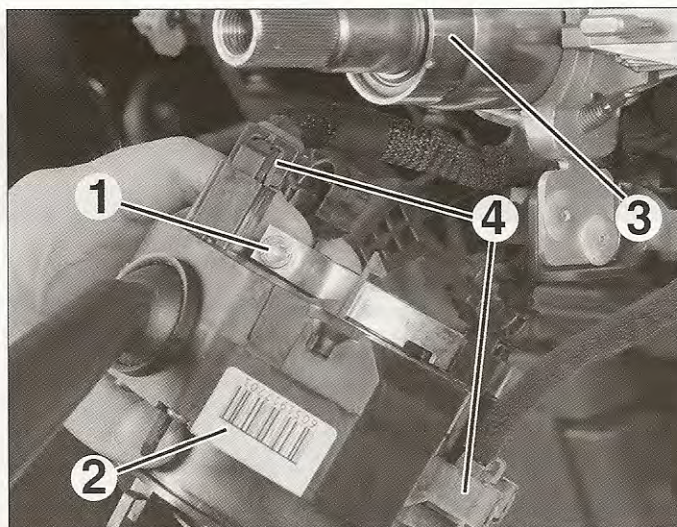

FIG. 5
- Desatornillar la abrazadera (1) de sujeción del grupo de interruptores (2) en la columna de dirección (3) (fig. 5).
- Desconectar los 2 conectores (4).